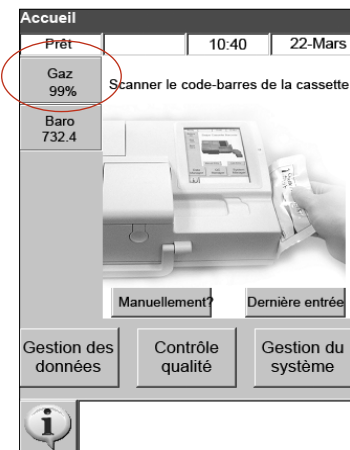

Figure B-3 : Page d’accueil
5. L’analyseur VetStat procède au chauffage et à une purge de gaz, des étapes qui sont indiquées sur la barre d’état au bas de l’écran. Quand le chauffage est terminé, la page d’accueil apparaît sur l’écran (Figure B-3).